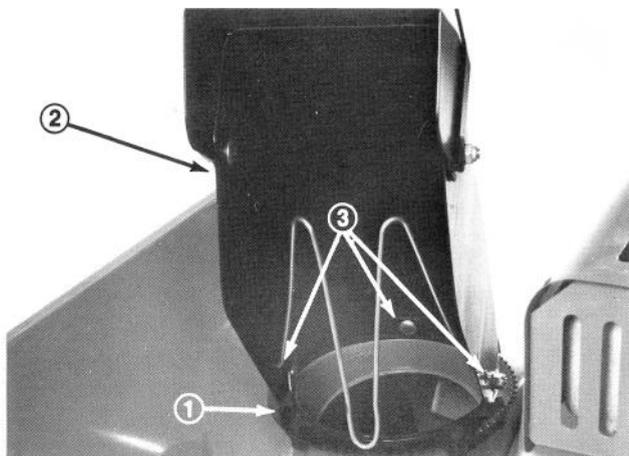

Abb. 2
1. Den Aufnahmekranz so drehen, dass die Zähne und Befestigungslappen in der richtigen Stellung stehen (Abb. 2).
2. Den Auswurftrichter auf den Aufnahmekranz setzen (Abb. 2) und mittels Schlossschraube, Unterlegscheibe und Sicherungsmutter hinten am mittleren Lappen befestigen (Abb. 2). Die Mutter aber noch nicht festziehen.
3. Den Auswurftrichter mit Schlossschrauben und Muttern an den beiden anderen Lappen befestigen (Abb. 2).